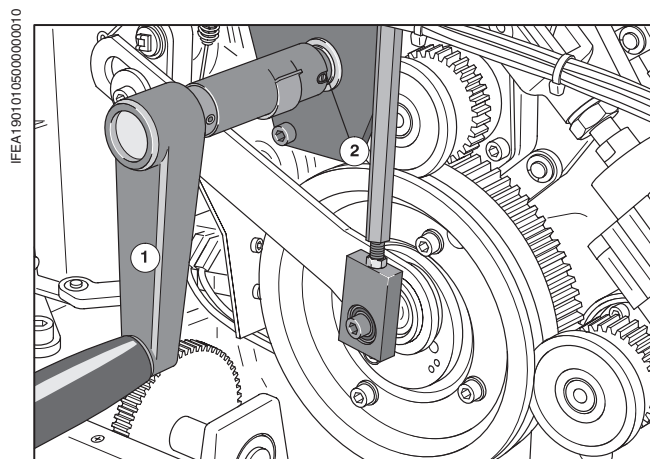

Рис. 9 Поворот машины вручную
- ① Боковая стенка на стороне обслуживания: открыть защитную дверцу над пультом управления. Над пультом управления находится зажимное устройство (Рис. 9/②) для кривошипной рукоятки.
- ② Вставить кривошипную рукоятку (Рис. 9/①) в зажимное устройство (Рис. 9/②). Механизм машины можно вращать в обеих направлениях.
- ③ Снять кривошипную рукоятку после окончания работы и надеть на вал для транспортировки стапелей самонаклада / приемки.
- ④ Закрыть защитную дверцу ПС.